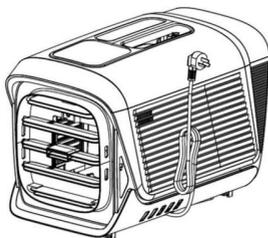

Fig11
4.1. Avvolgere il cavo di alimentazione (come mostrato nella figura seguente: Fig11);